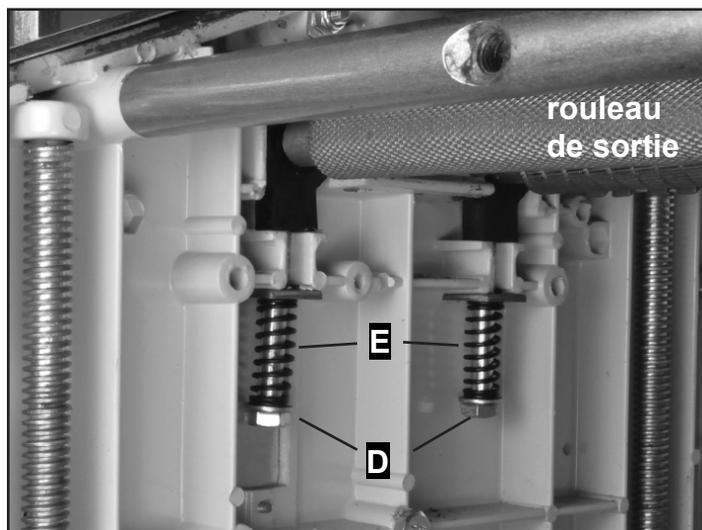

FIG. 25
2. Sous les rouleaux d'alimentation, les longs boulons tête hexagonale (#147, Maintenir les ressorts de compression (#145, E) en place et contrôler la pression que les rouleaux exercent sur le bois d'œuvre qui passe à travers le rabotage pour le revêtement. Les boulons peuvent être serrés ou desserrés avec une clé de 13 mm FIG. 25.